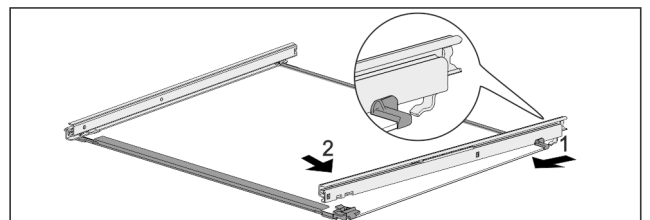

Fig. 53 Placa de vidrio con guías
- ▶ Enganche la guía por detrás. Fig. 53 (1)
- ▶ Encastre la guía por delante. Fig. 53 (2)